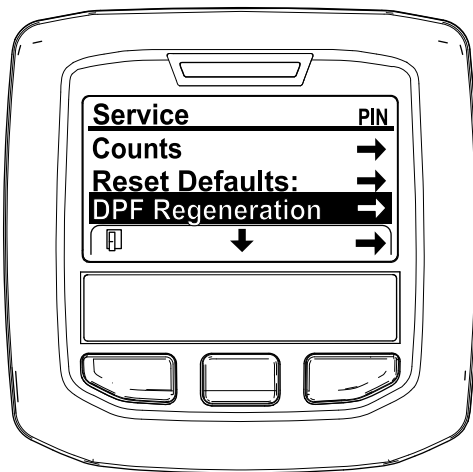

Figura 45
- En el menú SERVICE (Servicio), pulse el botón del medio hasta que aparezcan las opciones de DPF REGENERATION (Regeneración de DPF) y pulse el botón derecho para seleccionar la opción DPF REGENERATION (Regeneración de DPF) (Figura 45).